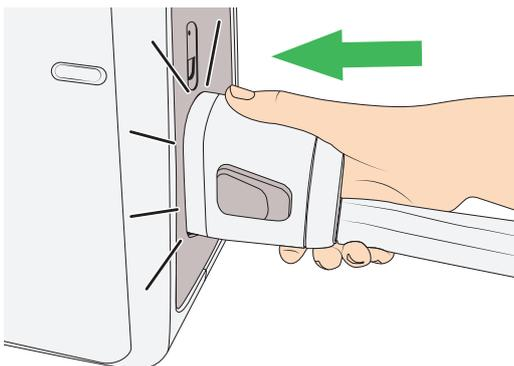

Figura 36
3. Conecte o conjunto de tubos à bomba Auralis . Assegure-se de que o conjunto de tubos encaixa no lugar com um clique. Consulte a Figura 36